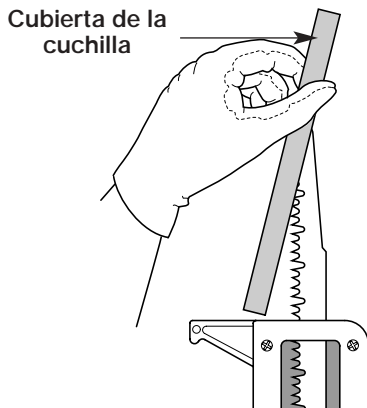

Fig. 3
4. Antes de operar la unidad, saque la cubierta de la cuchilla por completo (Fig. 3). Guárdela para su uso futuro.